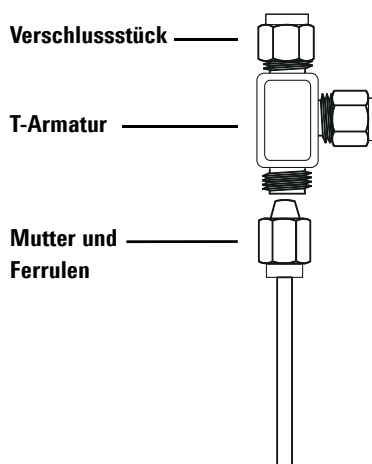

Abb. 17 Swagelok-T-Stück
- 1 Schneiden Sie die Leitung dort durch, wo Sie das T-Stück installieren möchten. Verbinden Sie Leitung und T-Stück mit einer Swagelok-Armatur. Siehe Abb. 17.